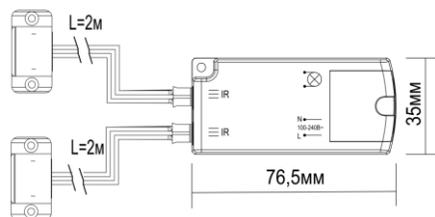

Рис.1
- Инфракрасный выключатель 08.112.03.250 (в дальнейшем ИК выключатель) состоит из электронного блока и 2-х инфракрасных датчиков (см. рис.1).